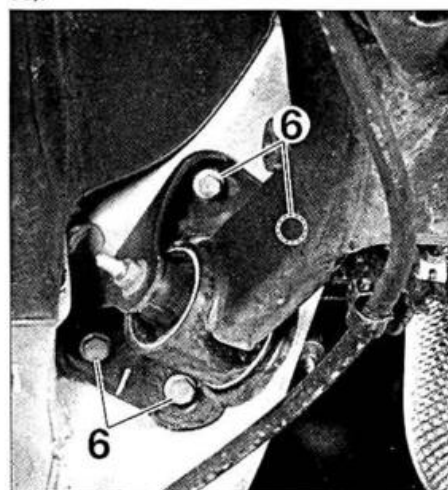

FIG. 38
- Desmontar los tornillos (6) (en ambos lados) (fig. 38).